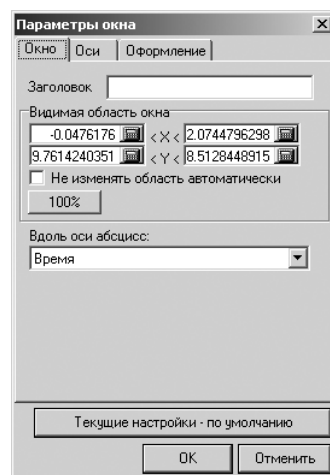

Рис. 2.76. Диалоговое окно **Параметры окна**
- щелкните в контекстном меню по пункту **Параметры окна**. Появится диалоговое окно **Параметры окна**, см. рис. 2.76;